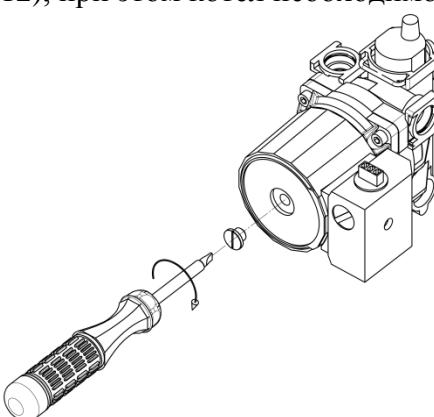

Рис. 12. Проверка циркуляционного насоса
- 9) не блокирован ли насос. Для этого при помощи отвёртки открутите заглушку насоса и проверните его вал несколько раз туда и обратно (см. Рис. 12), при этом котёл необходимо отключить от электросети (вынуть вилку из розетки). Затем плотно закрутите заглушку. При выполнении данной операции возможны протечки теплоносителя из насоса, после установки заглушки необходимо удалить остатки теплоносителя с компонентов котла (протереть);